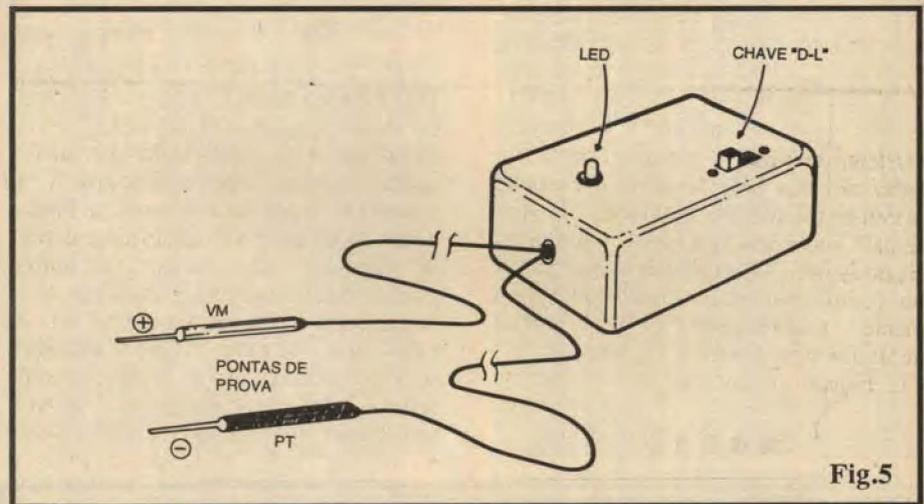

Fig.5
- **FIG. 5 - SUGESTÃO PARA O ACABAMENTO DO PCI**... - O "jeitão" final do **PROVADOR DE CONTINUIDADE "INTELIGENTE"** poderá ser o sugerido na figura, com a caixinha plástica (con-